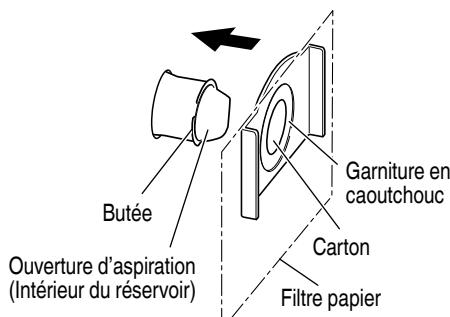

Fig. 29
- (3) Faites correspondre l'orifice d'aspiration dans le filtre papier avec l'ouverture d'aspiration de l'appareil. Insérez le filtre dans la direction de la flèche comme indiqué sur l'illustration, de sorte que le carton du filtre papier dépasse la butée sur l'ouverture d'aspiration. (**Fig. 29**)